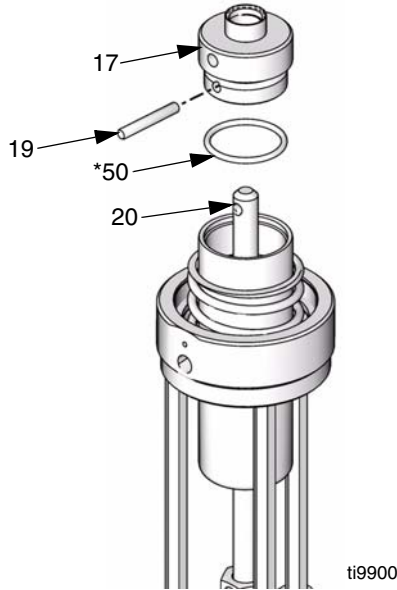

FIG. 14
5. Retire el pasador de posicionamiento (19) y quite el capuchón del pistón (17) del eje de transferencia (20). Retire la junta tórica (50*) del capuchón del pistón. Inspeccione todas las piezas en busca de daños. Vea FIG. 14.